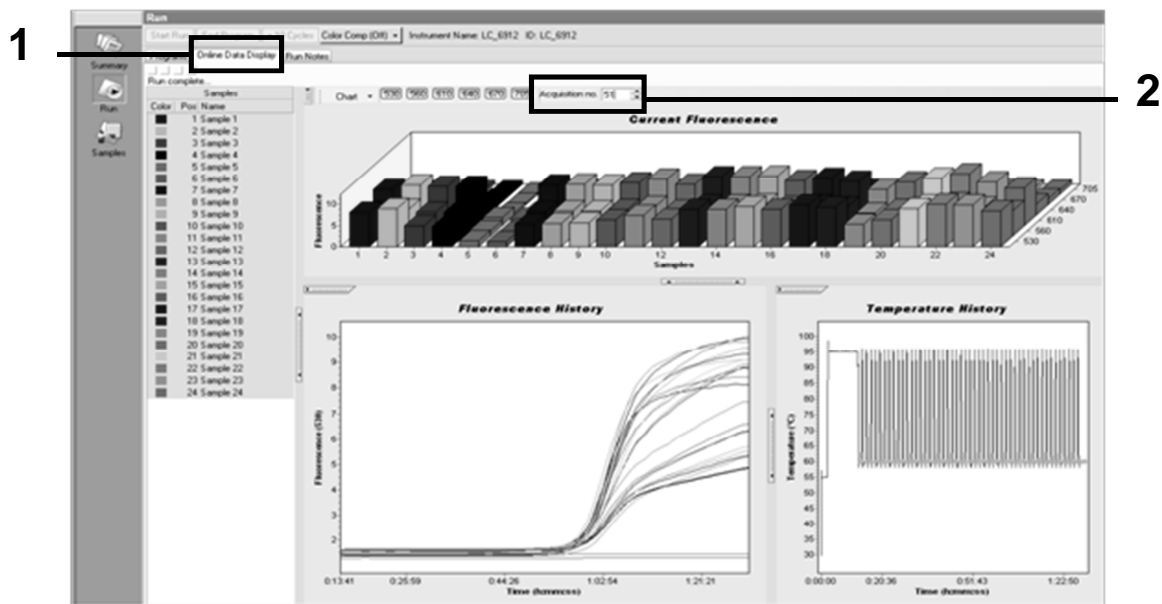

Figura 29. Risultati e cronologia nella visualizzazione dati online.
11. Quando la seduta di amplificazione è completata, fare clic sulla scheda "Online Data Display" (Visualizzazione dati online) (Figura 29). Aprire il menu di visualizzazione nell'angolo superiore sinistro della finestra "Current Fluorescence" (Fluorescenza attuale), quindi digitare 51 in "Acquisition no." (N° acquisizione).